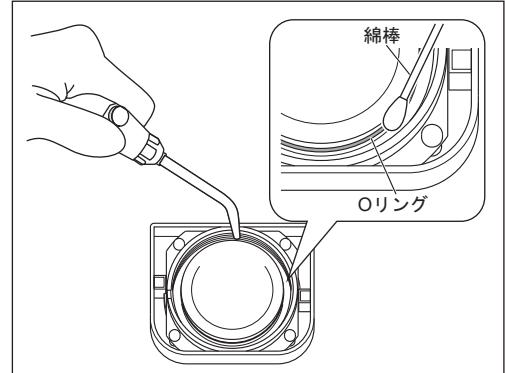

図44
- 2) ブラシや乾いた綿棒などで、チャンバー内面およびねじ部周辺やチャンバー用ふたのねじ部周辺を清掃してください。その後、付着しているパウダーをエア一などで取り除きます（図44）。